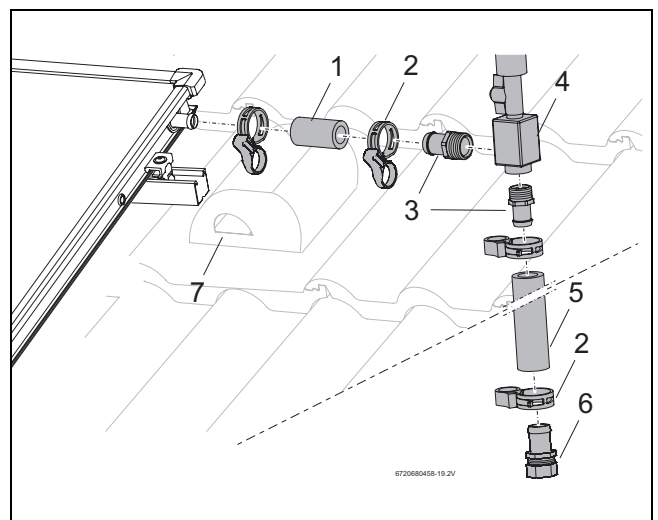

Fig. 52 Conexión del purgador por encima del tejado
- ▶ Coloque el tubo solar corto (55 mm, Fig. 52, [1]) en la conexión de impulsión del campo de colectores y fíjelo con una abrazadera.
- ▶ Enrosque fijamente las boquillas portatubo R $\frac{3}{4}$ con juntas tóricas (Fig. 52, [3]) en el acumulador de aire (Fig. 52, [4]).
- ▶ Introduzca las boquillas portatubo (Fig. 52, [3]) hasta el tope en los tubos solares (Fig. 52, [1] y [5]) y fjelas con abrazaderas (Fig. 52, [2]).
- ▶ Introduzca la boquilla portatubo con rosca de conexión (Fig. 52, [6]) hasta el tope en el tubo solar y fjela con una abrazadera.
- ▶ Introduzca el tubo solar junto con el cable de la sonda a través de la teja de ventilación (Fig. 52, [7]) y del aislamiento del tejado.
- ▶ Conecte el tubo colector a la boquilla portatubo con rosca de conexión (18 mm) (Fig. 52, [6]).